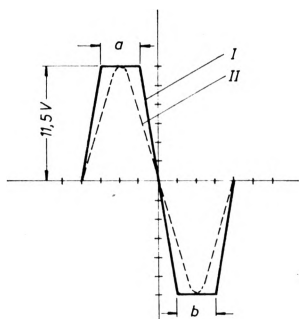

Bild 3 Symmetrierung der Amplitude nach Abs. 2.7.1
2.7.1 Verstärker nach Abs. 2.4 bzw. 2.6 aussteuern. Eingangsspannung etwas erhöhen, bis sich am Ausgang des Verstärkers ein Oszillogramm nach Kurve I / Bild 3 ergibt. (Verstärker ist übersteuert).
2.7.2 Mit Einstellregler R 226 (Punkt (f) Bild 9) Amplitude symmetrieren, so daß die Abstände „a“ „b“ der Kurve I in Bild 3 gleich sind.
2.7.3 Eingangsspannung wieder verringern und gleichzeitig mit R 226 Symmetrie der Amplitude aufrecht erhalten, bis verzerrungsfreie Sinuskurve (Kurve II, Bild 3) sichtbar wird. **Achtung!** Verzerrung muß bei Übersteuerung an beiden Schwingungshälften gleichzeitig einsetzen.